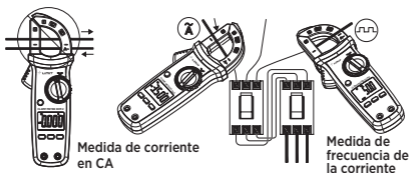

Figura 2
1. Medición de Corriente Alterna / Frecuencia de corriente (Figura 2)